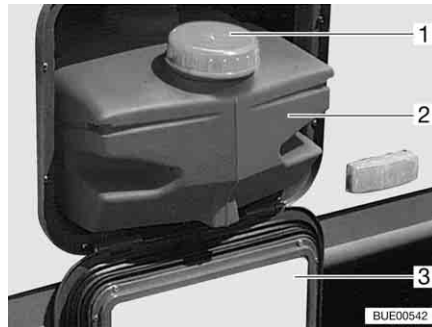

Bild 180 Wassertank 22 l
Bei Transport den Wassertank mit dem Verschlussdeckel (Bild 180,1) verschließen.
- Serviceklappe (Bild 180,3) öffnen (siehe Kapitel 6).
- Wassertank (Bild 180,2) herausziehen.
- Wassertank (Bild 180,2) herausziehen und entleeren.